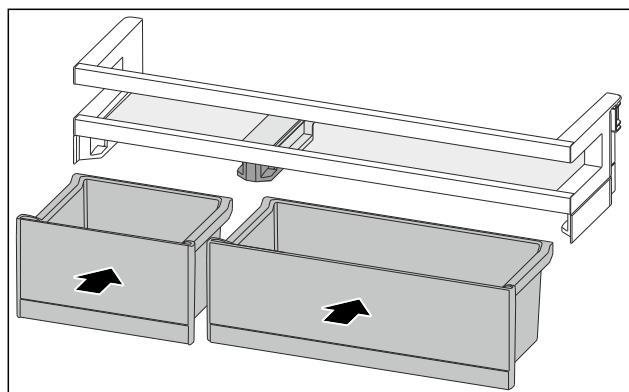

Fig. 191
- ▶ Umetnite kutije VarioBox izmijenjenim redoslijedom. (pogledajte Fig. 191)